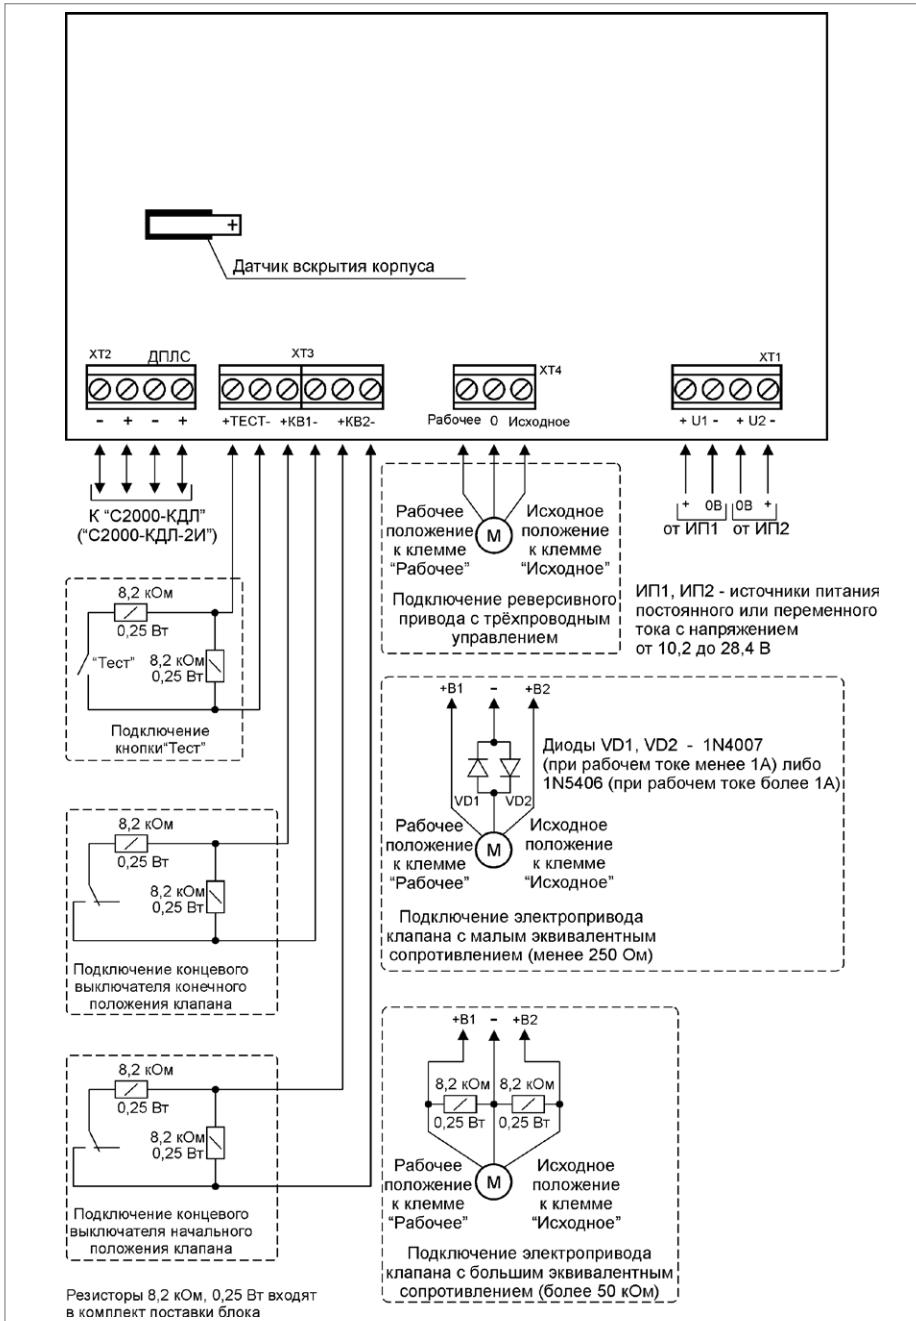

Рисунок 12.
2.2. Подключение соединительных линий производите в соответствии с проектной документацией и схемой на рис. 12.
1. Подключите воздушный клапан с электрическим приводом в соответствии с рис. 12, учитывая эквивалентное сопротивление клапана: